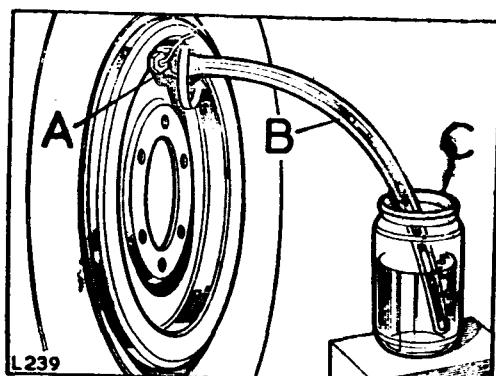

Fig. H1-12.- Sangrado del cilindro de rueda
Para sangrar, aflojar el racord correspondiente habiendo conectado al mismo previamente un tubo de plástico transparente con el extremo introducido en un recipiente de recogida adecuado (Fig. H1-12).
3.2.5.- Aflojar el racord de sangrado habiendo conectado al mismo previamente un tubo de plástico transparente con el extremo libre sumergido en un recipiente que contenga un poco de líquido de frenos limpio. De esta forma se evitará que ingrese aire en el sistema durante la operación de sangrado (Fig. H1-12).